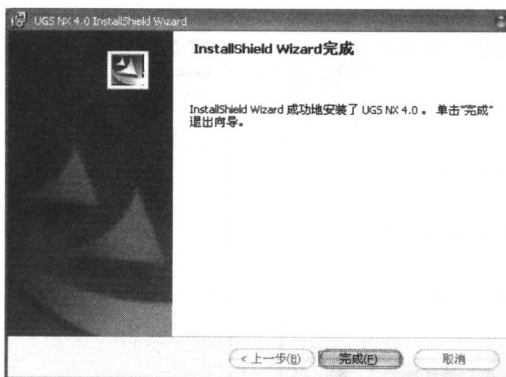

图 1-18 完成 UG 安装对话框
(17) 然后系统就会进行安装。在完成文件复制以后, 单击【完成】按钮即可完成安装, 如图 1-18 所示。